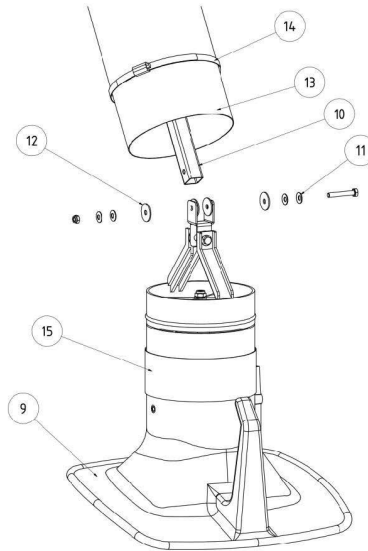

Imagen 5-11
- Monte la cubierta de aspiración (9) en el extremo libre del brazo de aspiración (10). Posicione aquí los resortes de platillo (11) y las arandelas de freno (12) tal y como se ve en la imagen 5-11.
- Inserte el extremo del tubo flexible (13) sobre la tubuladura y fije la abrazadera (14).
- Cubra la abrazadera, el extremo del tubo y la holgura entre la tubuladura y la cubierta de aspiración giratoria con el anillo de goma ancho (15).